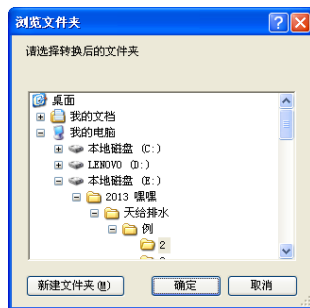

图 12-6 【浏览文件夹】对话框
② 在对话框中单击选中待转换的文件（支持多选），单击“打开”按钮；系统弹出如图 12-6 所示的【浏览文件夹】对话框，在其中指定转换后文件的存储路径。